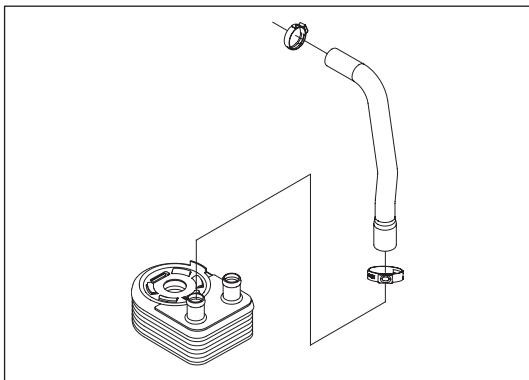

Рис. 10-3-3. Подводящий шланг ОЖ масляного радиатора
- б) Ослабить два червячных хомута и снять подводящий шланг охлаждающей жидкости масляного радиатора, как изображено на рис.10-3-3.
- (2) Закрепить оба конца подводящего шланга на масляном радиаторе и прогреть компоненты отводящей трубы охлаждающей жидкости. Зажать оба конца подводящего шланга масляного радиатора, как изображено на рис. 10-3-3.